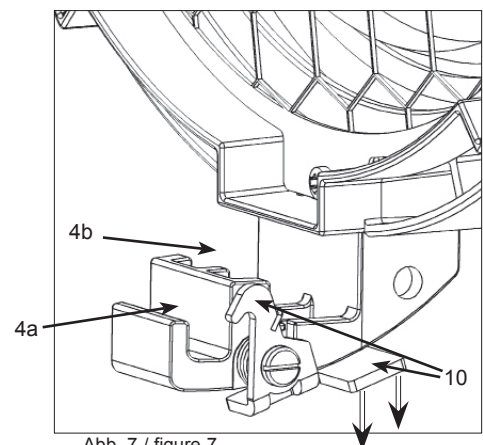
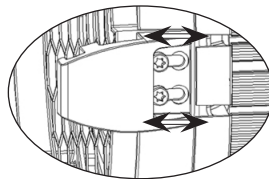

Abb. 7 / figure 7
Abb. 8 / figure 8
- Bei Modellen mit optionaler zweiter Torsicherung (10, Abb. 7), diese zuerst öffnen, Zubehör, wie z.B. Flügeltor, einsetzen und anschließend zweite Torsicherung wieder loslassen. Bei allen anderen Modellen - Zubehör einfach in Halteklau (4a, Abb. 7) einsetzen.
- Der hintere Einschub (4b, Abb. 7) der Halteklauen dient zur Aufnahme von Filterrahmen oder Scrimms.
- Die Einschubbreite der Halteklauen für Zubehör (4b, Abb. 7) kann durch Lösen der Schrauben und Längsverschieben nach Bedarf verstellt werden (Abb. 8). Diese Funktion dient unter Anderem auch zur Reduzierung von Streulicht zwischen Linsenfassung und Zubehör.
- For models with optional barndoor catch (10, figure 7), open the barndoor catch and insert accessories, e.g. barndoor, and then release the catch. For all other models - simply insert the accessory into the bracket (4a, figure 7).
- The rear slot (4b, figure 7) of the accessory bracket holds filter frames or scrims.
- In order to change the depth of the accessory brackets (4b, figure 7), loosen the screws and slide the bracket to the desired position (figure 8). This feature also helps reducing diffused light between lens door and accessory.